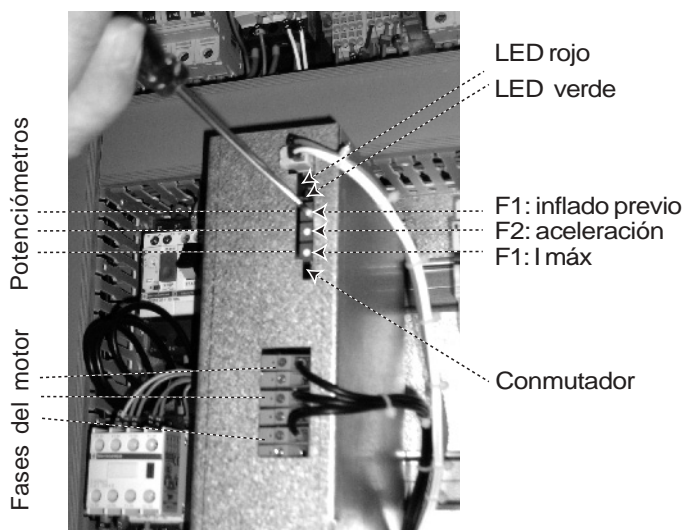

Fig. 16
**Nota:** En caso de una manga de aire resistente, es posible reducir la fase de inflado previo a 5 segundos (gracias al conmutador, fig. 16)